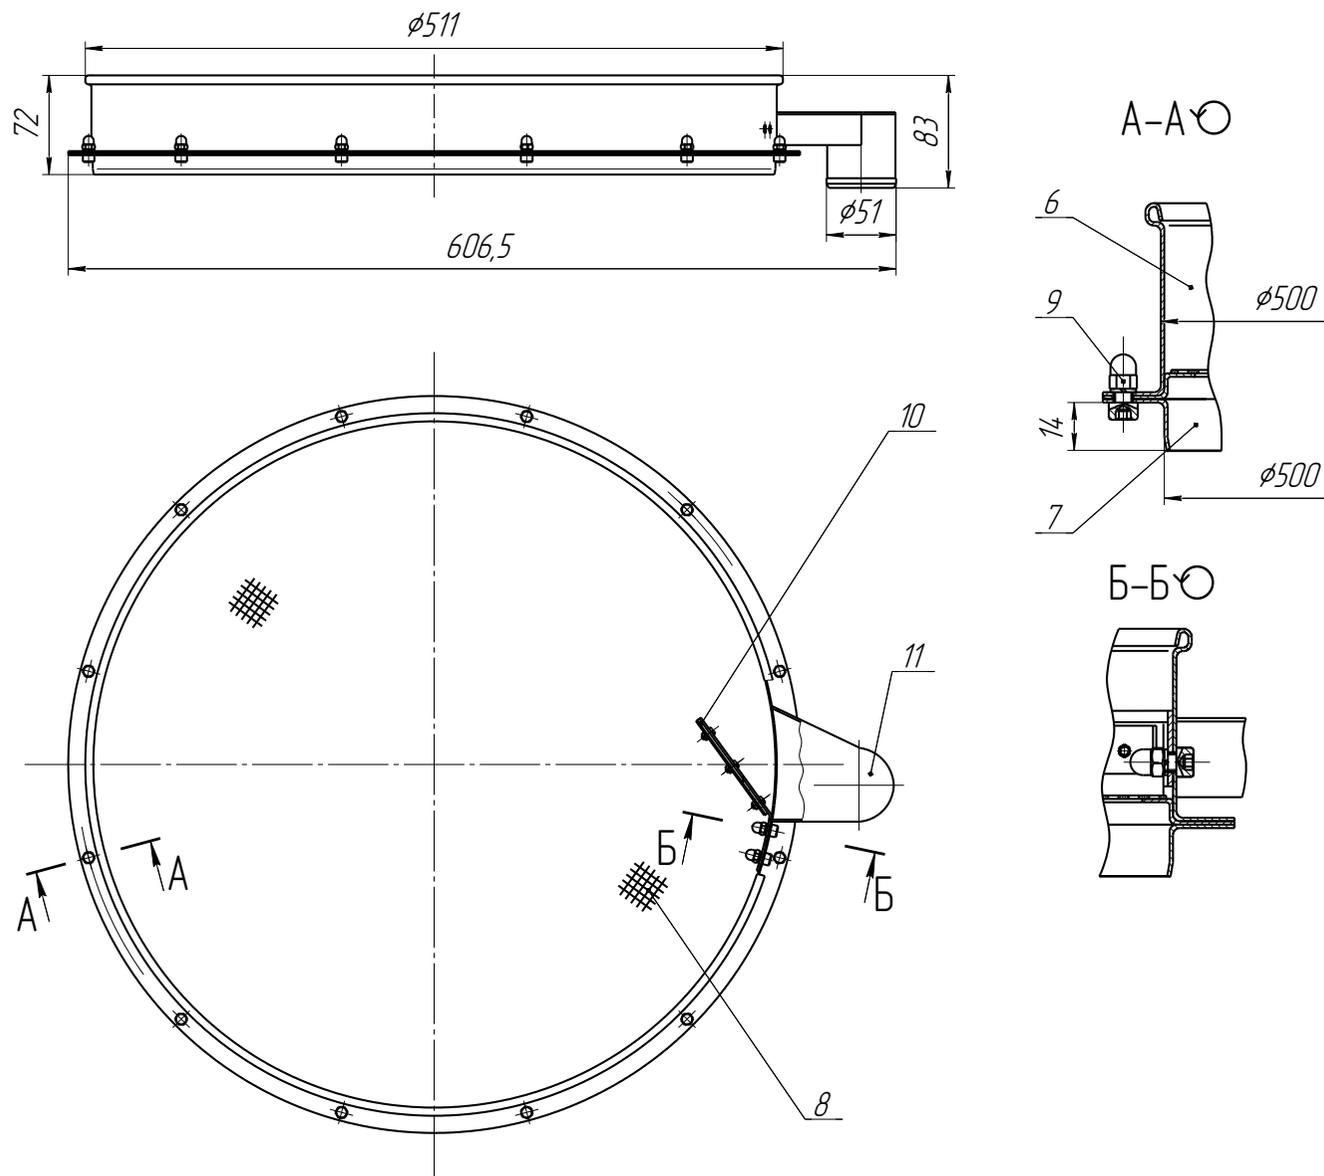

Рис. 2 Сито Грохота ГР 50
Сито (Рис. 2) состоит из обечайки 6 и кольца 7, изготовленных из тонкого стального нержавеющей листа, просеивающего элемента 8 (в качестве которого применяется сетка или перфорированный лист). Обечайка и кольцо соединяются при помощи элементов крепления 9. Для обеспечения разгрузки материала применяется отражатель 10 и воронка 11.
- Удалить герметик между просеивающим элементом 8 (Рис. 2) и обечайкой 6;